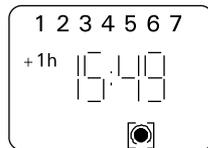

Figure 16.
2. La pression suivante enclenche la fonction de marche. Les crochets sur l'écran sont le symbole du fonctionnement. La fonction ne disparaît qu'en appuyant sur le bouton pour accéder à d'autres fonctions. (Fig. 16)